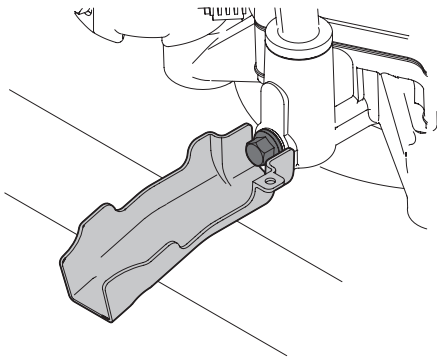

Figure 22
4. Faites enclencher la petite extrémité du manchon de vidange d'huile dans l'espace autour du bouchon de vidange d'huile (Figure 22).